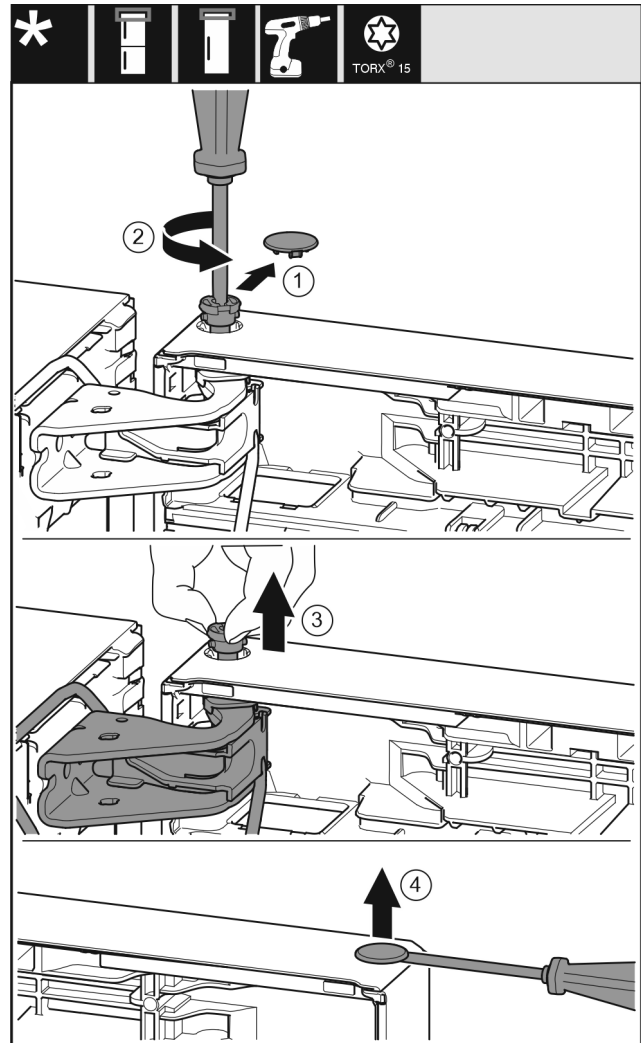

Fig. 22
- Sicherungsabdeckung vorsichtig abziehen. Fig. 22 (1)
- Bolzen mit Schraubendreher T15 ein Stück herausdrehen. Fig. 22 (2)
- Tür festhalten und Bolzen mit den Fingern herausziehen. Fig. 22 (3)
- Stopfen aus der Tür Lagerbuchse vorsichtig mit einem Schlitzschraubendreher anheben und herausziehen. Fig. 22 (4)